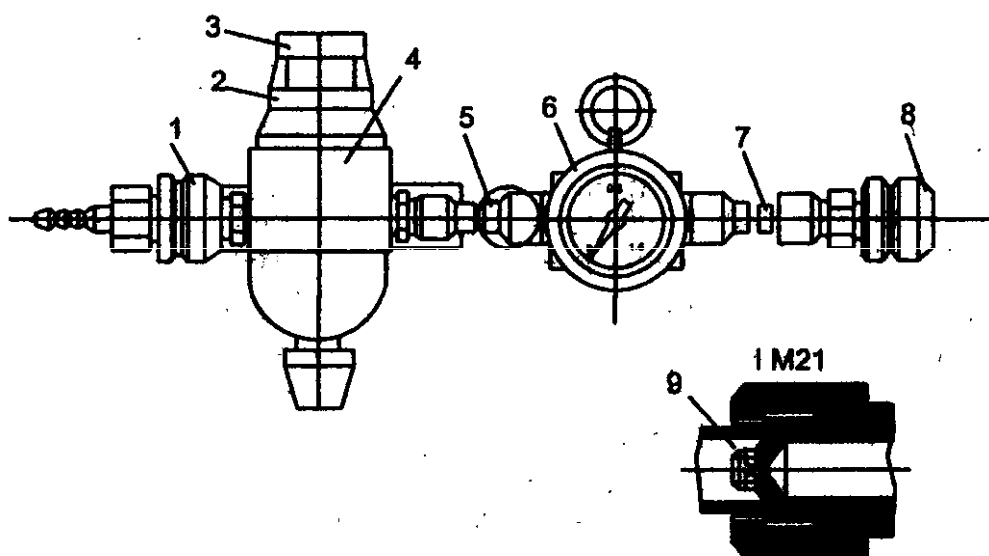

Рис. 46. Пневмотестер:
**Пневмотестер** (рис. 46) применяют для оценки технического состояния цилиндропоршневой группы. Состоит он из блока питания 4, указателя 6, быстросъемной муфты 8 и гибких воздухопроводов 5, 7.